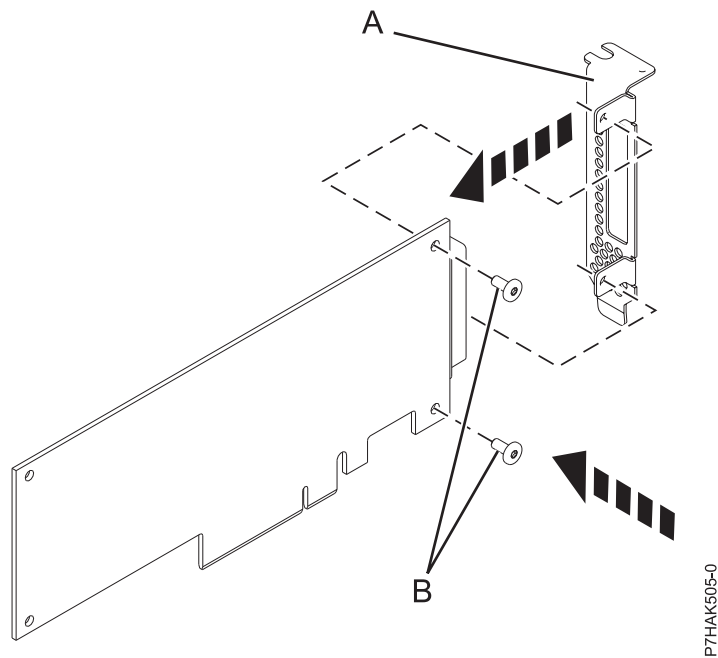

Figure 79. Fixation de la contre-poupée extra-plate à une carte PCIe
14. A l'aide d'un tournevis cruciforme et des deux vis de fixation (B), fixez la contre-poupée (A) de la carte PCIe défectueuse à la nouvelle carte PCIe, comme illustré dans la figure 79, à la page 88.